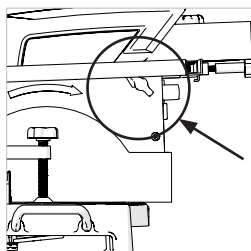

Fig. 23a
1. Ajustement de la hauteur de la table (Fig. 23a & b)